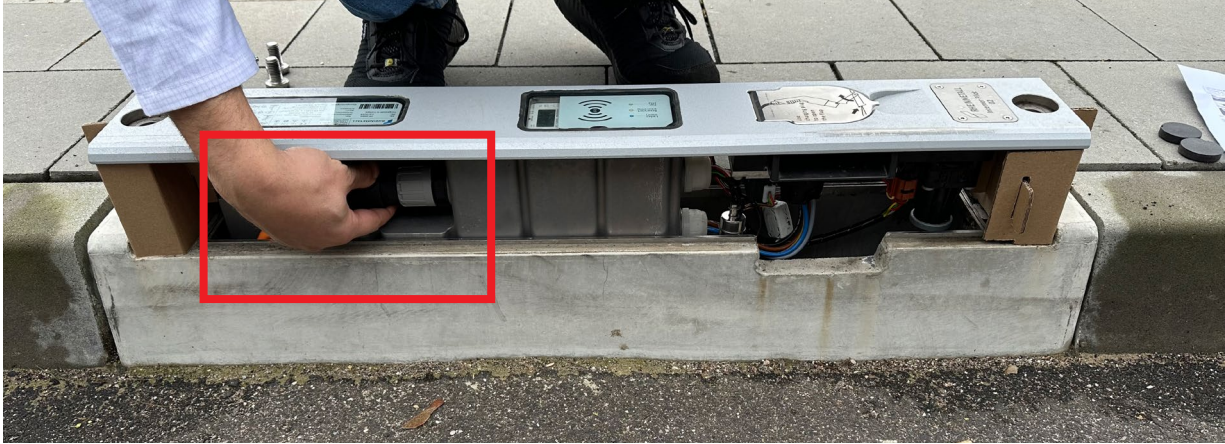

Abb. 40: Anschlussstecker verriegeln
- ▶ Drehen Sie den Bajonetteverschluss um 90° im Uhrzeigersinn, bis er merklich einrastet (siehe Abb. 40).